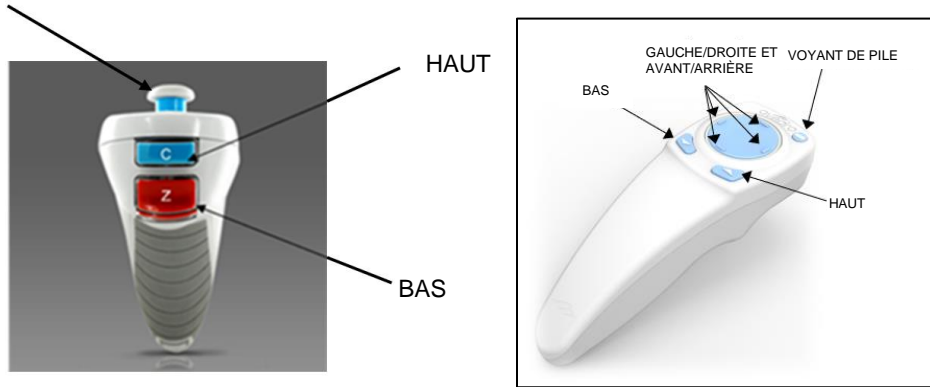

*Figure 3-23. Alignement des mires rouges – Axes X, Y et Z*
- Le KXL comprend deux lasers d'alignement, comme illustré à la figure 3-23.